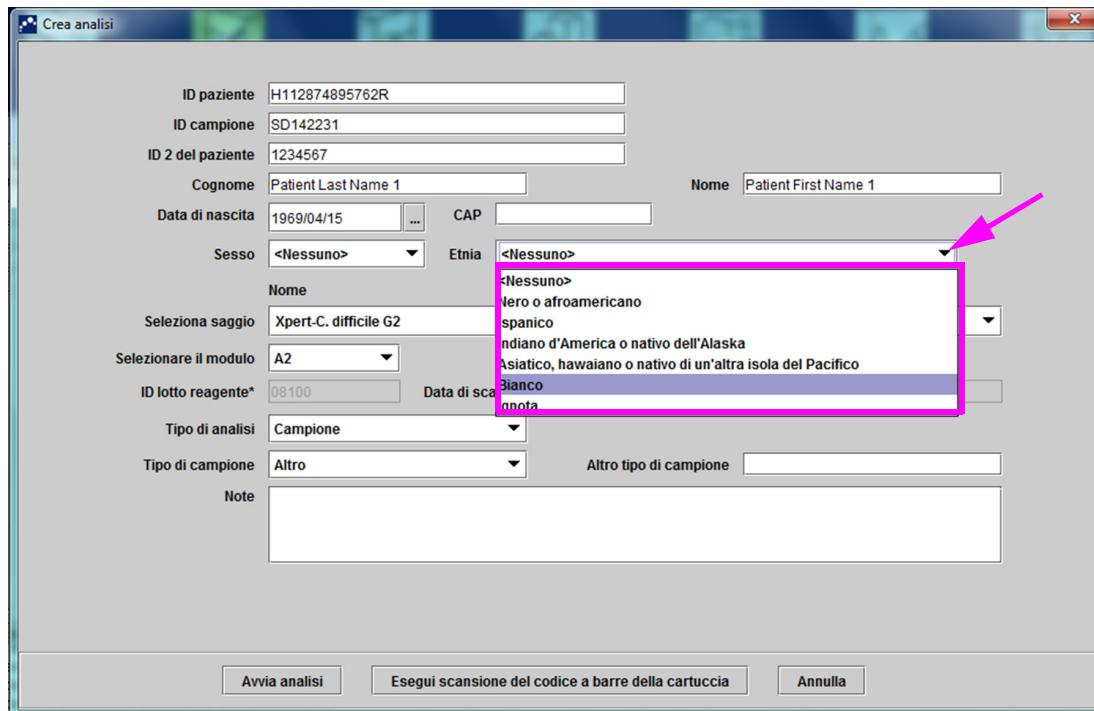

Figura 5-25. Finestra di dialogo Crea analisi con il campo Etnia
B. **Etnia**—Fare clic sul menu a discesa nella casella **Etnia** e selezionare l'etnia corrispondente (vedere la Figura 5-25).